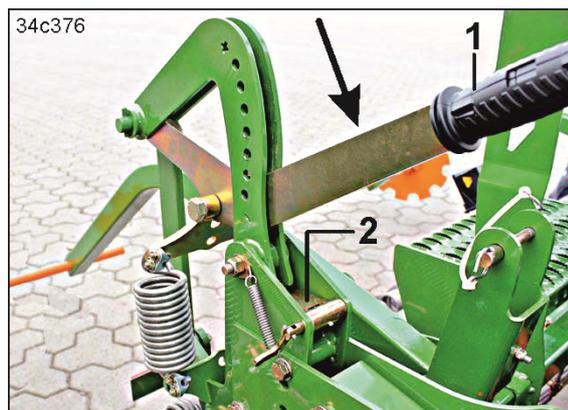

Рис. 203
4. Нажмите на рычаг (Рис. 203/1) в направлении стрелки до фиксации прижимной пластины (Рис. 203/2).